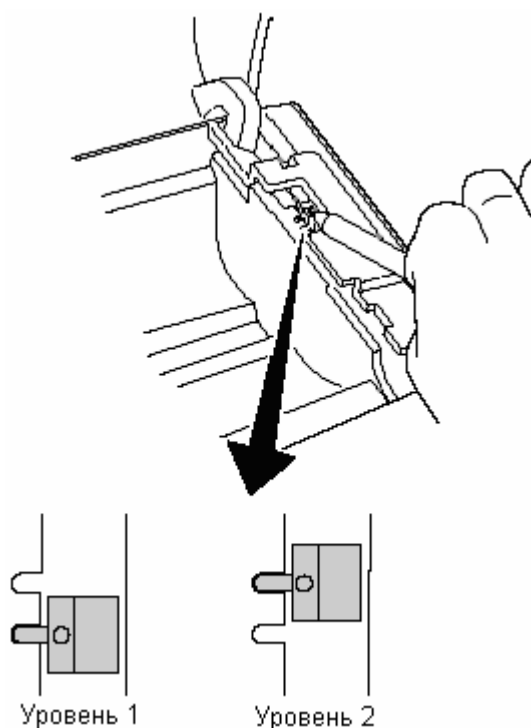

Рисунок 7.11- Установка датчика конца ленты
7.5.4 Установить наконечник стержня авторучки или другой подобный инструмент в отверстие механизма настройки датчика, а затем перевести рычажок механизма настройки в нужное положение (Рисунок 7.11). После изменения режима настройки следует удостовериться, что расположение отверстия механизма настройки соответствует позиции, указанной стрелкой.